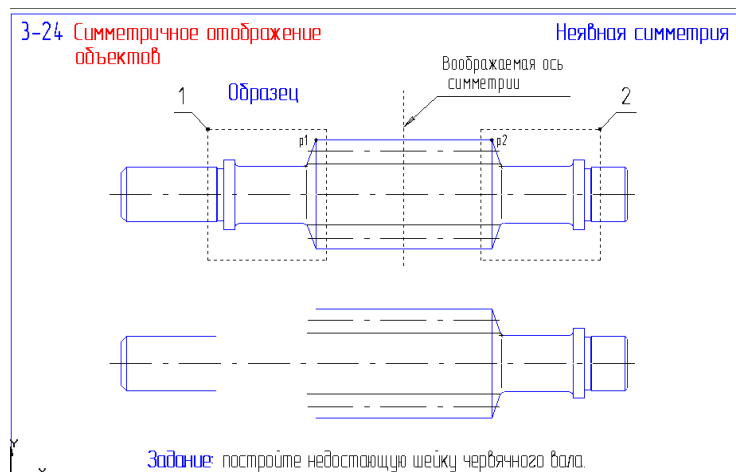

Рис. 30
32. Откройте файл фрагмента 3-24 (рис. 30). Выделите объекты рамкой 2. Для выполнения задания воображаемую ось симметрии задайте с использованием объектной привязки **Середина**. Результат сохраните.